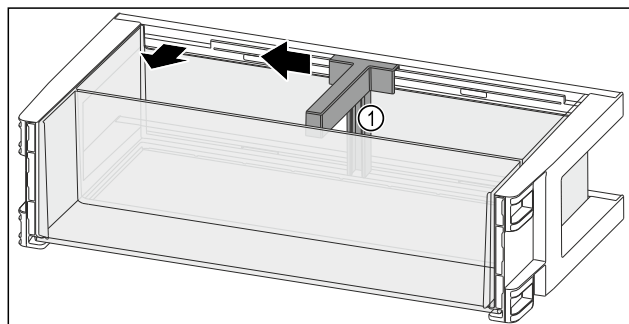

Fig. 131
- Držač za boce Fig. 131 (1) pogurnite do otvora na stranu.
- Izvadite držač za boce Fig. 131 (1).